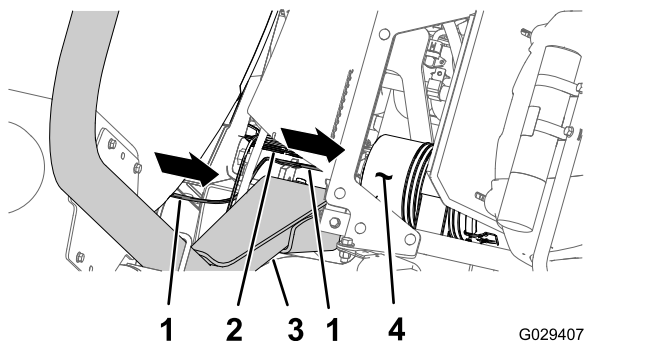
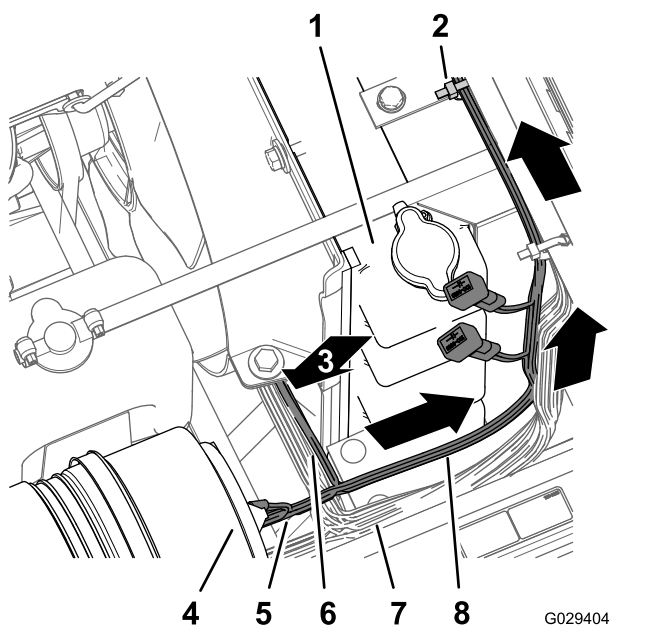

图 10
图 11
- 沿着机器的线束将修整组件线束向前放在 ROPS 保护杆与药缸下角之间位于发动机空气滤清器的下方 图 10 和 图 11。
- 沿着散热器的右侧向上安装线束的 197cm 发动机舱支管带环形端子、插座端子和 5 插槽接头穿过散热器的上方位于中央控制台底座下方 图 11。